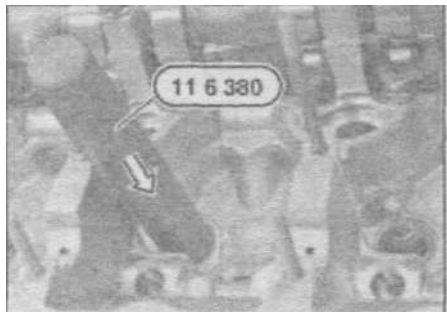

Рис. 3.223. Установка колпачка.
5. Используя приспособление "11.6.380", напрессовать маслосъемный колпачок вручную, и до упора (рис. 3.223). Снять приспособления и собрать двигатель.